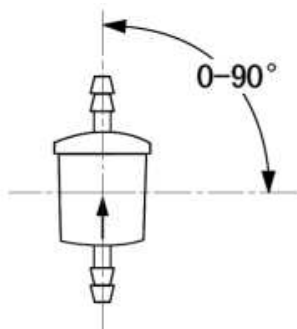

Рис. 14
4.4.4 Установка топливного фильтра. Топливный фильтр должен быть установлен перед портом входом топлива. Убедитесь, что поток топлива следует в нужном направлении. Положение фильтра представлено на Рис. 14.